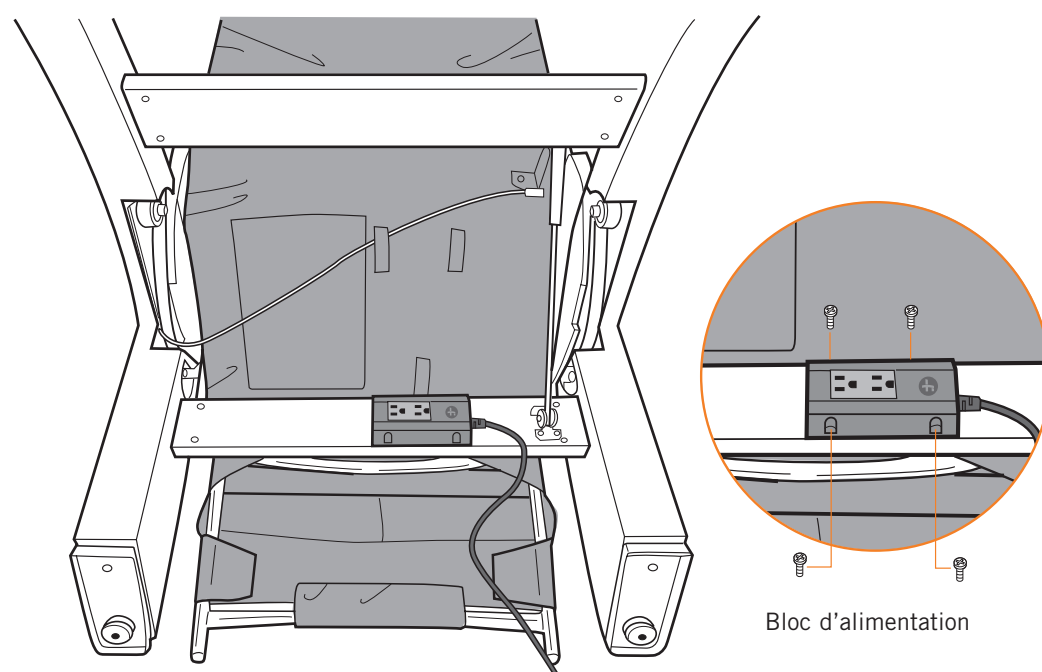

Fig.12
3. À l'aide du tournevis à tête cruciforme et des vis fournies, fixez la multiprise sur le fauteuil avec le cordon d'alimentation faisant face vers la droite (Fig.12).